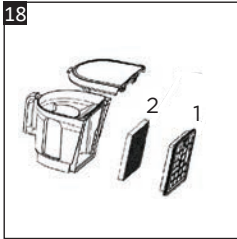
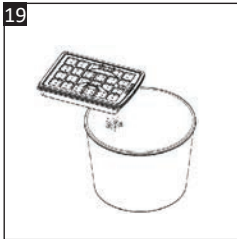

Fig. 18
Fig. 19
3. Tirez sur les 2 languettes en plastique au milieu du filtre HEPA (23) pour le retirer de l'arrière du compartiment à poussière (Fig. 18).
4. Retirez ensuite le filtre éponge (22) du filtre HEPA.
5. Tapotez doucement le filtre HEPA (23) au-dessus d'une poubelle pour enlever l'excès de poussière (Fig. 19).